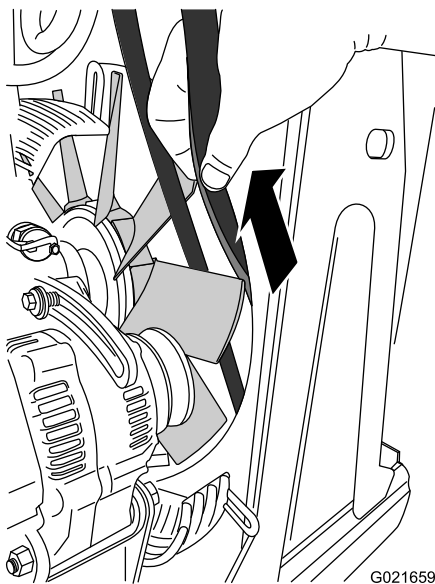

Figure 91
11. Alignez la courroie entre 2 des pales du ventilateur, puis tirez la courroie en arrière et vers le haut avec précaution afin de la déposer de la machine (Figure 91).
1. Alignez la courroie entre 2 des pales du ventilateur, et poussez-la en avant et vers le bas avec précaution jusqu'à ce qu'elle soit en avant du ventilateur (Figure 91).